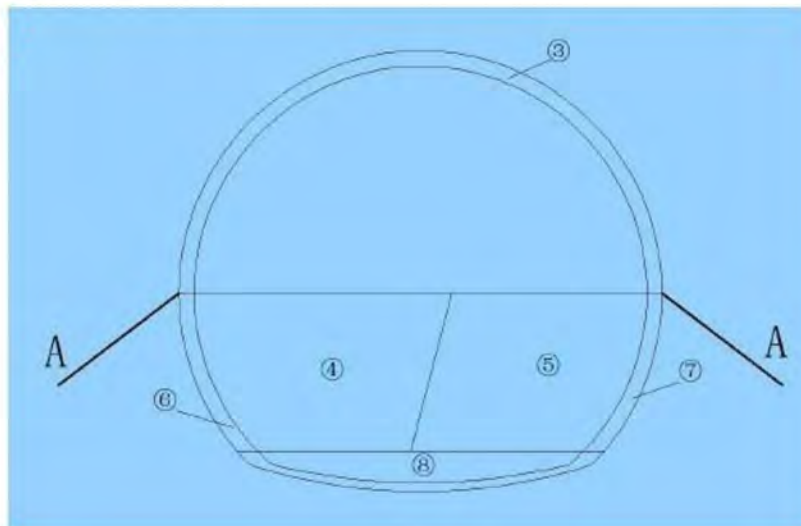
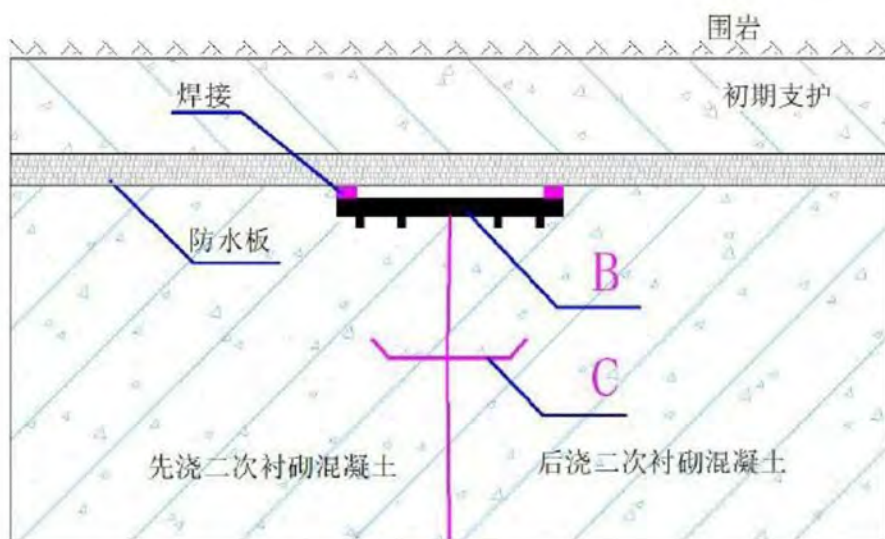
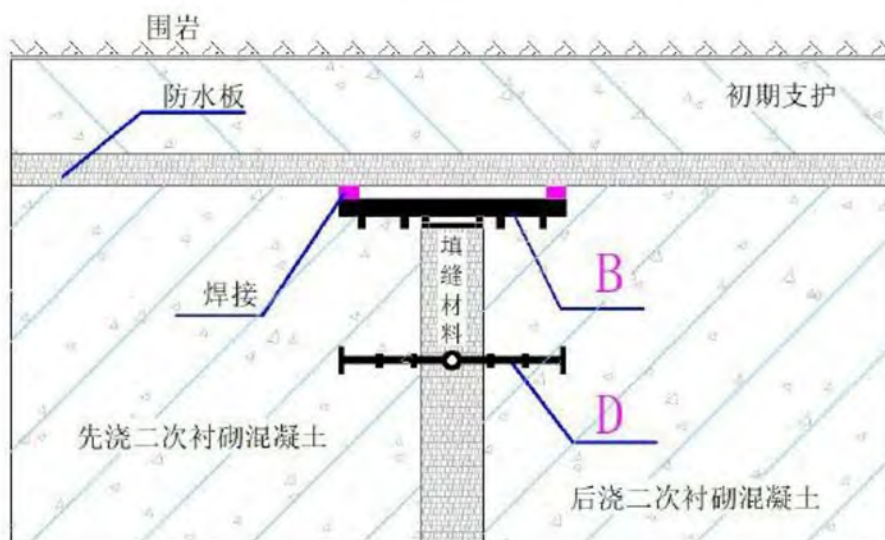

图 1
图2
图3
隧道部分段落采用“环形开挖留核心土法”方式进行开挖，该方法包括以下工序：①上台阶环形开挖；②核心土开挖；③上部初期支护；④左侧下台阶开挖；⑤右侧下台阶开挖；⑥左侧下部初期支护；⑦右侧下部初期支护；⑧仰拱开挖、支护。部分工序位置如图 1 所示。
隧道一次衬砌全部施工完毕后进行柔性防水施工，施工前按照要求对防水基层进行了处理，柔性防水施工验收合格后进行二衬结构施工，项目部要求二衬细部节点的做法依据图 2 和图 3 形式进行施工。
- 3、图 1 中 A 的名称，简述其作用。
- 4、复制图 1 至答题卡上，在图中按环形开挖留核心土法补充开挖线，并在图中填写工序①和②的位置。
- 5、写出工序①～⑧的正确排序（以“②→③→⑥→……”格式作答）。
- 8、分别说明图 2 和图 3 是哪一种细部节点做法。
- 9、写出图 2 与图 3 中 B、C、D 的名称。
- 10、简述图 2 与图 3 中 B、C、D 的施工要求。
3、图1中A的名称，简述其作用。
4、复制图 1 至答题卡上，在图中按环形开挖留核心土法补充开挖线，并在图中填写工序①和②的位置。
8、分别说明图 2 和图 3 是哪一种细部节点做法。
参考答案：图 2 为施工缝节点做法；图 3 为变形缝节点做法。
9、写出图 2 与图 3 中 B、C、D 的名称。
10、简述图 2 与图 3 中 B、C、D 的施工要求。